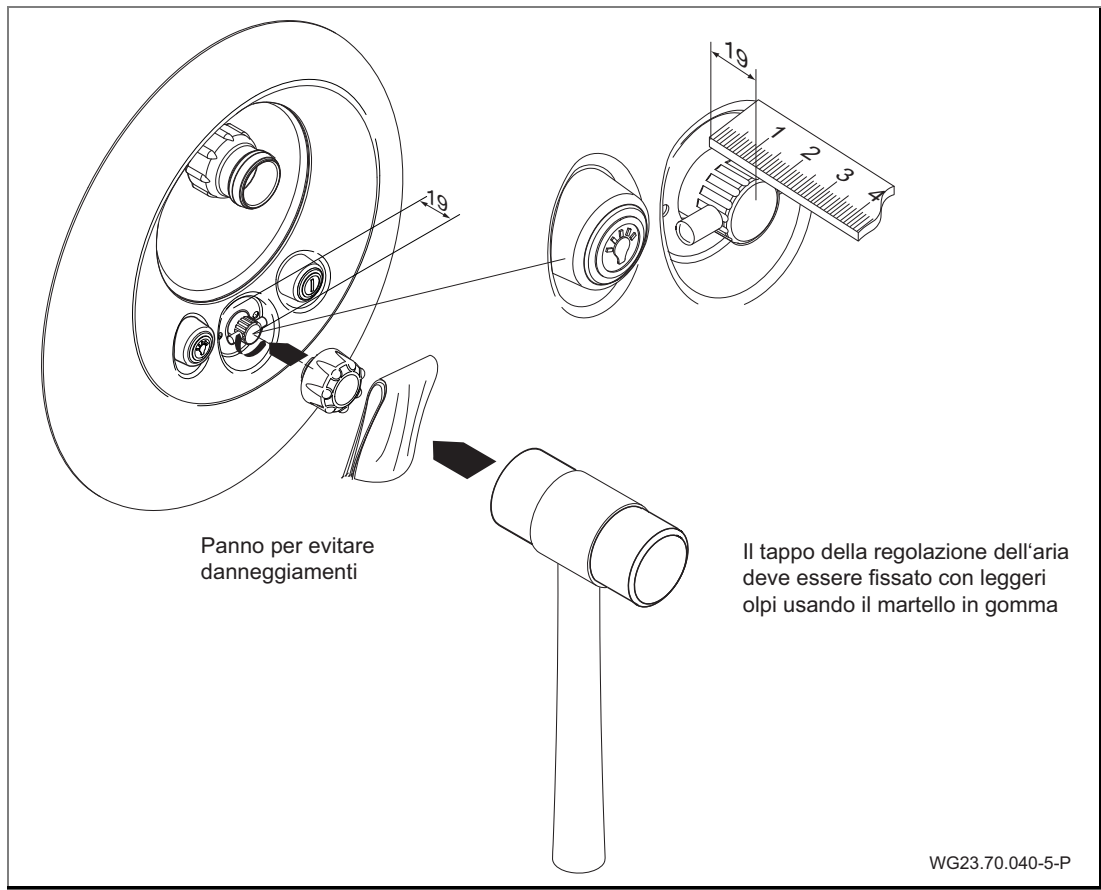

Fig. 21
11. Fissare il tappo per la regolazione dell'aria. (Fig. 21)
12. Collegare la pompa Jet (92) con la metà dei raccordi a vite (98, 99, 100), il profilo angolare in gomma (79) e i relativi morsetti (75) sul lato di aspirazione e di mandata al corpo da murare (1).